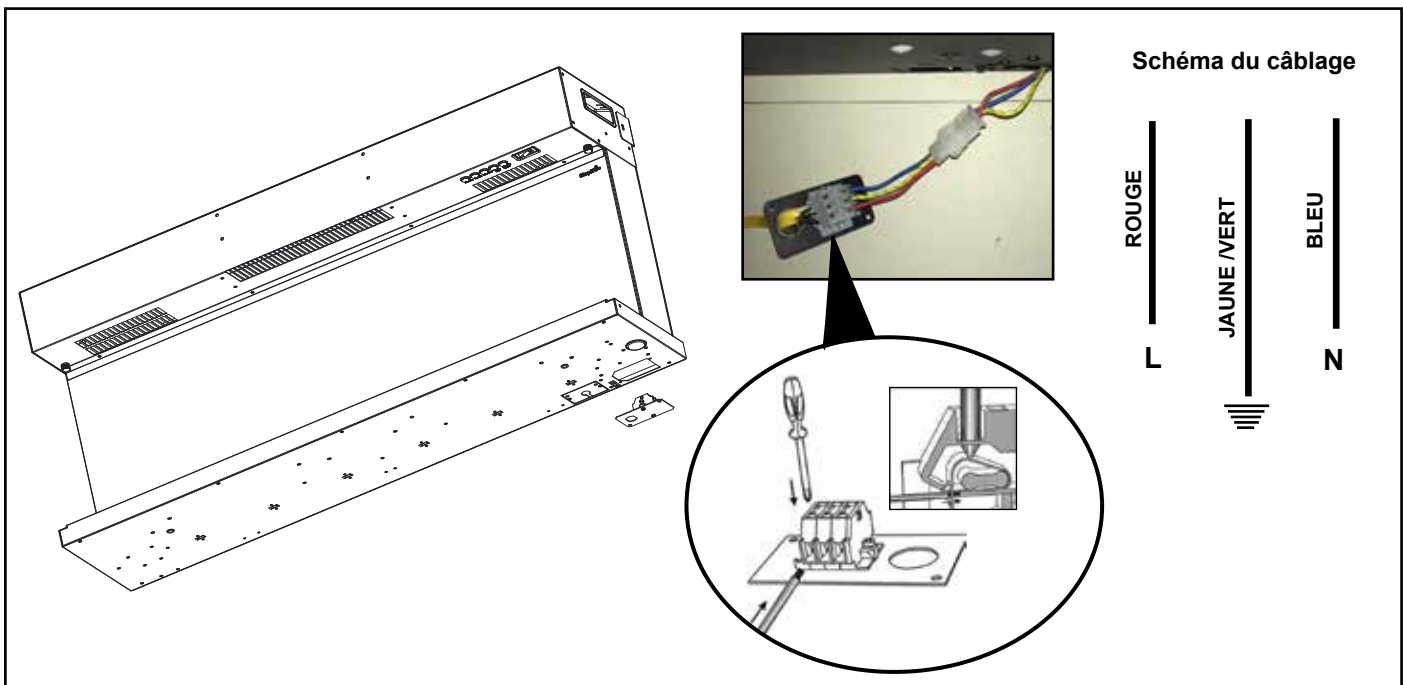

Figure 4.10 Installation des câbles rigides
3. Branchez le connecteur du fil à trois conducteurs sur le connecteur du bornier de câblage fourni avec l'appareil. Voir la figure 4.10.
5. Raccordez le fil de type NM-B au bornier, assurez-vous que les connexions sont sécurisées et serrez le serre-câble. Utilisez un tournevis à tête fendue de 2 mm (3/32) ou équivalent pour enfoncer les bornes à ressort des conducteurs. Voir la figure 4.10.